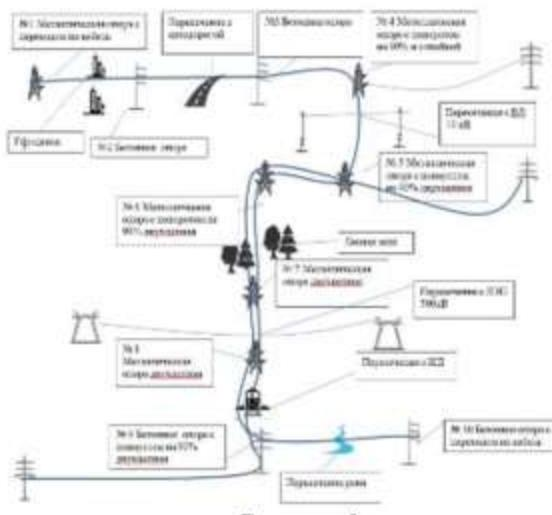

Рисунок 5
2.5. Перемещение по виртуальному объекту (рисунок 5) и выявление дефектов и нарушений на ВЛ выполнить самостоятельно. Выявленные дефекты и нарушения в зоне осмотра занести в черновик (бумажный блокнот).